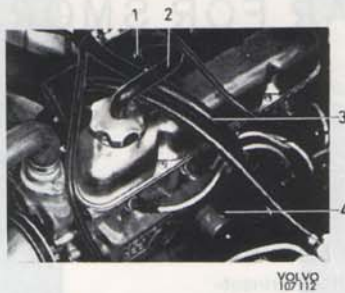

Bild 28. Positiv vevhusventilation, B 20
Var 40 000 km skall nippeln (1 bild 28 resp. 29), slangarna (2 och 3) samt flamskyddet (4) demonteras och rengöras. Är slangarna i dålig kondition byts de ut.